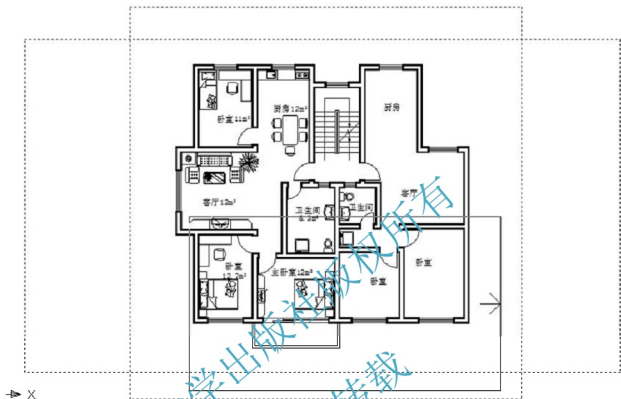

图 1.17 改变视图框的大小
(2) 在视图控制框中单击，视图控制框中的“×”变成一个箭头，移动鼠标可以改变视图控制框的大小，如图 1.17 所示。